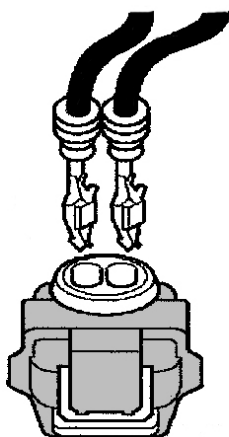

Fig. 2
- Bloccare i contatti nel nuovo corpo connettore (v. fig. 2)